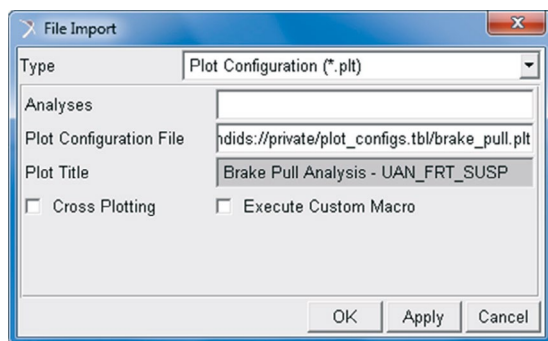

Figura 4.202 – Selecionando o arquivo de simulação.
- Na caixa de texto *Plot title* digite: *Brake Pull Analysis – UAN_FRT_SUSP* (Figura 4.202).